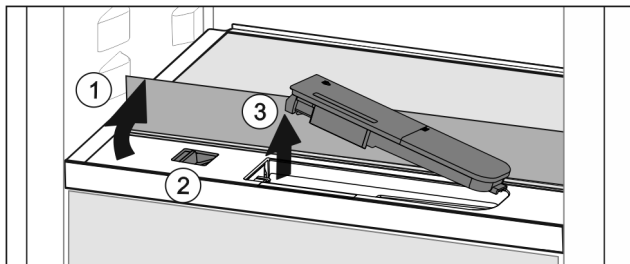

Fig. 46
- ▶ 抬起玻璃隔板，将其向后翻转至止挡 Fig. 46 (1)。
- ▶ 向左推滑块 Fig. 46 (2)。
- ▶ 取出水箱 Fig. 46 (3)。